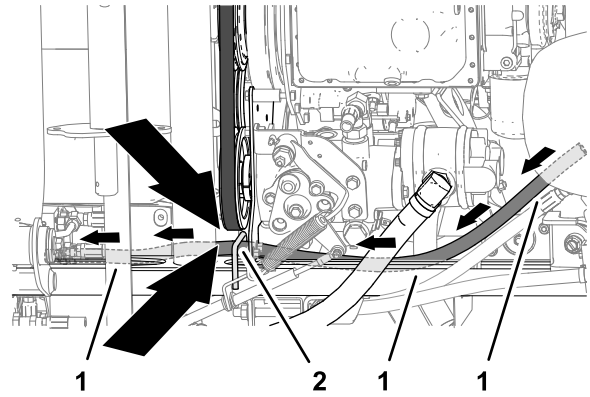

Bild 49
2. Verlegen Sie den Schlauch entlang des Rahmenkanals zur Steuerkonsole (Bild 49).